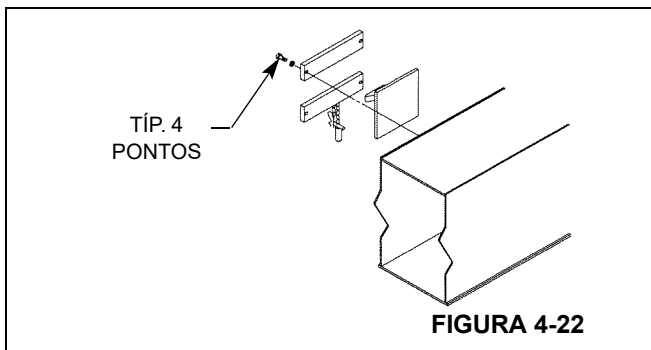

FIGURA 4-22
2. Sem apertar, parafuse o conjunto do gancho na lateral da primeira seção da lança, Figura 4-22.